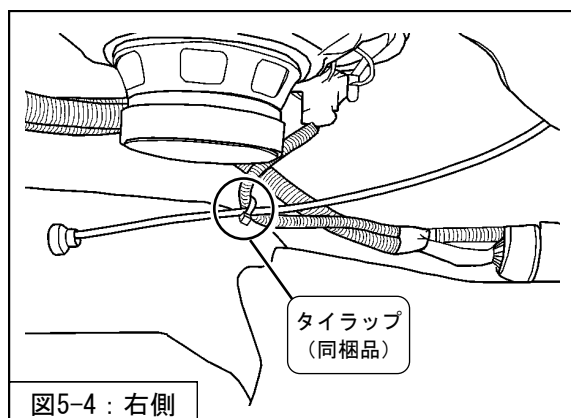

図5-4: 右側
5. 右側のケーブルは、タイラップ(同梱品)を使用して配線に固定してください。(図5-4)